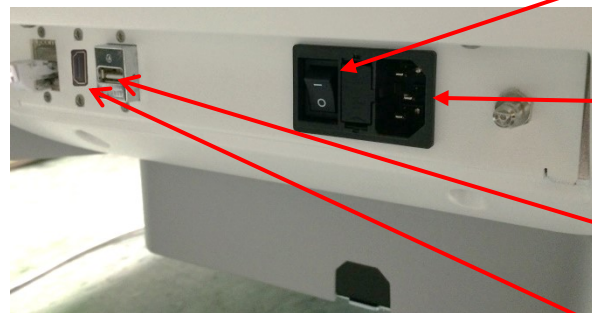

Figura 6: Alimentazione del sistema ExactVu
1. Assicurarsi che l'*interruttore principale* (cioè l'interruttore nella parte inferiore del pannello posteriore mostrato nella Figura 6) sia in posizione *OFF* (Spento) e che il *controllo alimentazione del sistema* sia spento.
2. Collegare il cavo di alimentazione CA alla presa del cavo di alimentazione del sistema ExactVu (accanto all'*interruttore principale*) (fare riferimento alla Figura 6).